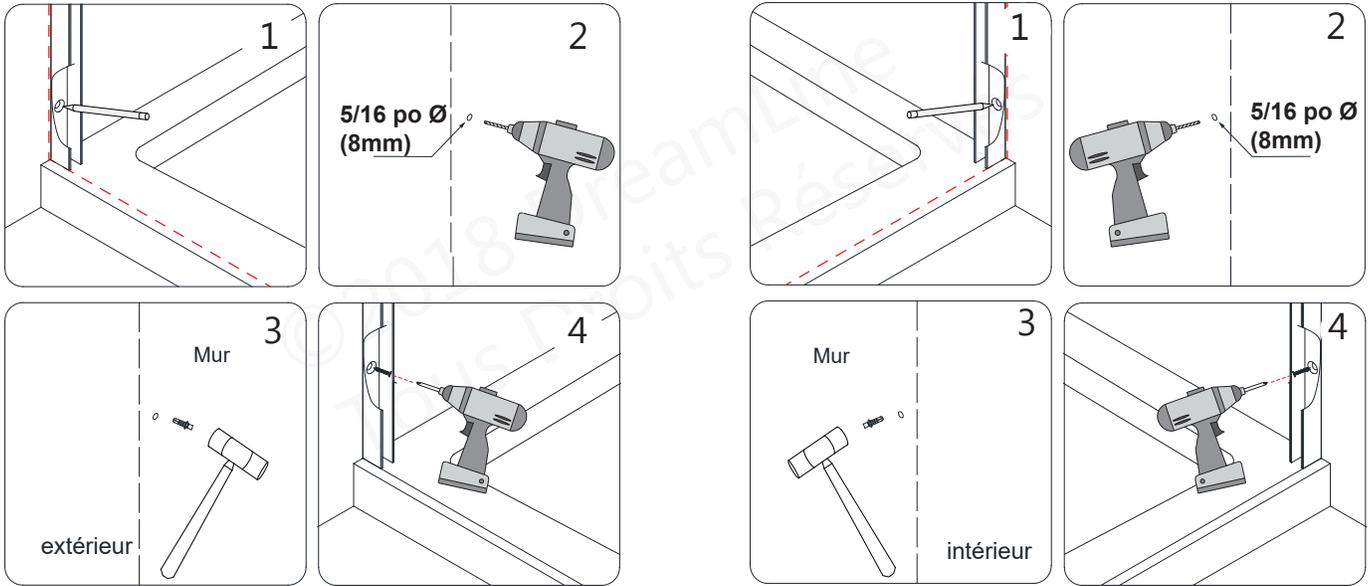

Fig 3
3. Marquez au mur les trous à percer à travers les perforations pré-usinées des **Profils en U d'Acier Inoxydable (N° 11)**. Percez les trous dans le mur avec une **mèche 5/16 po Ø (8mm)** et insérez les **Ancrages Muraux (N° 07)** de 5/16 po Ø (8 mm). Appliquez un cordon de silicone, résistant à l'eau, à l'endos des **Profils en U d'Acier Inoxydable (N° 11)**. Fixez au mur les **Profils en U d'Acier Inoxydable (N° 11)** avec la **Vis à Tête Cylindrique Bombée ST4.2×40 (N° 08)**. (Fig 3)